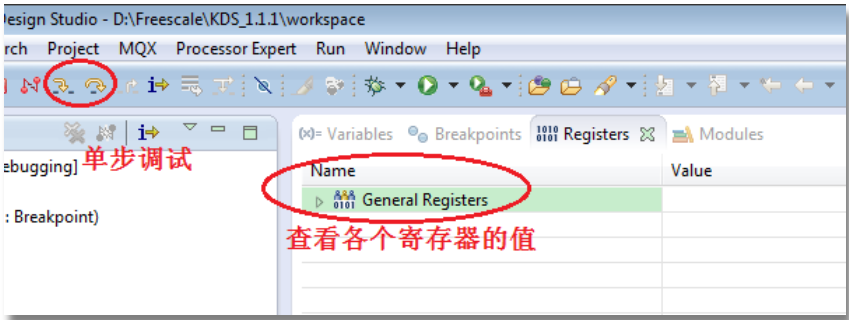
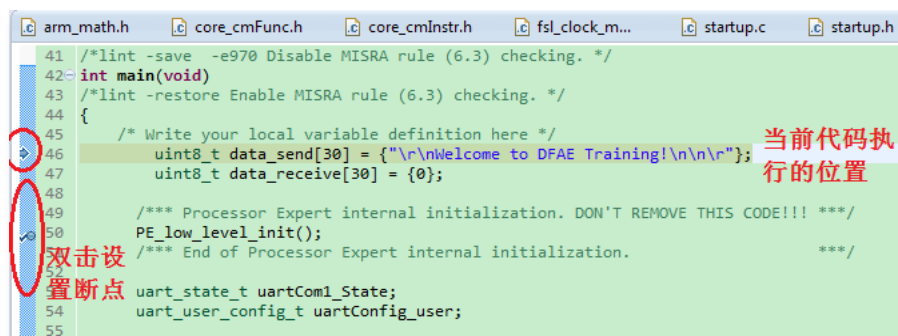

图 123 调试界面中的工具栏和寄存器查看窗口
图 124 调试界面中的代码显示窗口
2. 最后点击“Debug”以后，就会开始程序的下载和调试。程序下载完成后会弹出调试界面，其中各窗口的主要功能如图 123 和图 124 所示。